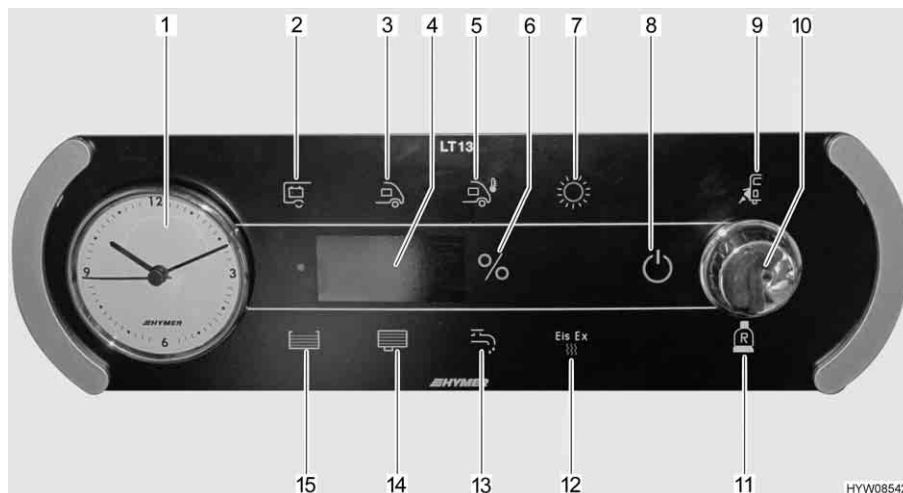

Fig. 75 Pannello di controllo (LT 13)
Il pulsante a rotazione (Fig. 75,10) inserisce o disinserisce il pannello di controllo e l'alimentazione a 12 V dell'abitacolo.
Accensione: ■ Premere il pulsante a rotazione (Fig. 75,10): L'alimentazione a 12 V dell'abitacolo è inserita. La spia di controllo a 12 V (Fig. 75,8) diventa verde.
Spegnimento: ■ Premere il pulsante a rotazione (Fig. 75,10): L'alimentazione a 12 V dell'abitacolo è disinserita. La spia di controllo a 12 V (Fig. 75,8) si spegne.
- Ruotare il pulsante a rotazione (Fig. 75,10), finché non si accende il simbolo pompa acqua (Fig. 75,13). Sull'indicatore compare lo stato di commutazione attuale ("ON" oppure "OFF").
- Ruotare il pulsante a rotazione (Fig. 75,10), finché non si accende il simbolo Eis-Ex (Fig. 75,12). Sull'indicatore compare lo stato di commutazione attuale ("ON", "AUTO" oppure "OFF").
Il simbolo controllo di rete (Fig. 75,9) è acceso quando il veicolo è alimentato con tensione di rete a 230 V. Le batterie vengono caricate.
Il simbolo bombola del gas di riserva (Fig. 75,11) è acceso quando viene utilizzata la bombola del gas di riserva.
- Ruotare il pulsante a rotazione (Fig. 75,10), finché non si accende il simbolo temperatura esterna (Fig. 75,5). La temperatura esterna viene visualizzata sull'indicatore (ad es. "25 °C").
- Ruotare il pulsante a rotazione (Fig. 75,10), finché non si accende il simbolo batteria abitacolo (Fig. 75,2). La tensione della batteria dell'abitacolo viene visualizzata sull'indicatore (ad es. "13,8U" per 13,8 Volt).
- Ruotare il pulsante a rotazione (Fig. 75,10), finché non si accende il simbolo della batteria dell'abitacolo (Fig. 75,2). La corrente della batteria dell'abitacolo è visualizzata sull'indicatore.
- Ruotare il pulsante a rotazione (Fig. 75,10), finché non si accende il simbolo batteria d'avviamento (Fig. 75,3). La tensione della batteria d'avviamento viene visualizzata sull'indicatore (ad es. "12,1U" per 12,1 Volt).
- Ruotare il pulsante a rotazione (Fig. 75,10), finché non si accende il simbolo solare (Fig. 75,7). La corrente fornita dal pannello di controllo solare viene visualizzata sull'indicatore (ad es. "5,8A" per 5,8 Ampère).
- Ruotare il pulsante a rotazione (Fig. 75,10), finché non si accende il simbolo serbatoio acqua (Fig. 75,15). Il livello del serbatoio dell'acqua è visualizzato in percentuale sull'indicatore. Se il serbatoio dell'acqua è vuoto, l'indicatore lampeggia.
- Ruotare il pulsante a rotazione (Fig. 75,10), finché non si accende il simbolo serbatoio acque grigie (Fig. 75,14). Il livello del serbatoio delle acque grigie è visualizzato in percentuale sull'indicatore. Se il serbatoio delle acque grigie è pieno, l'indicatore lampeggia.
- ▷ Se il simbolo "%" (Fig. 75,6) lampeggia, significa che il sensore è difettoso. Pulire il sensore o chiamare il servizio clienti